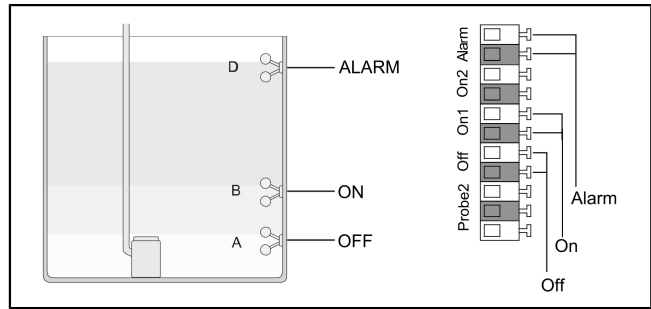
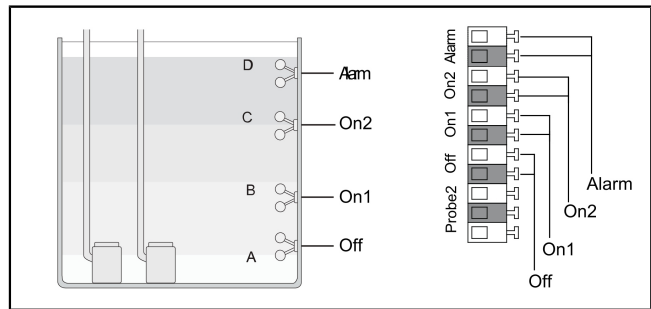

Abb. 1: Schwimmerschalter Mono (nicht-ATEX)
Abb. 2: Schwimmerschalter Duo (nicht-ATEX)
- Blindstopfen (1) herausziehen.
- Die Leitungsenden der Schwimmerschalter an abgebildeten Klemmen anschließen. (siehe "Abb. 1: Schwimmerschalter Mono (nicht-ATEX)", Seite 11 + siehe "Abb. 2: Schwimmerschalter Duo (nicht-ATEX)", Seite 11)